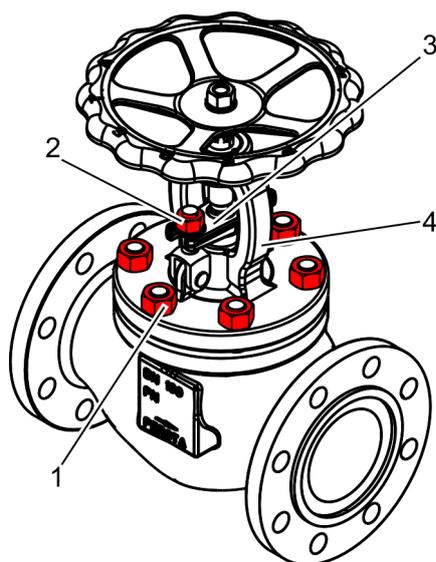

Fig. 26: Retirar las tuercas
2. → Evite que el bonete (Fig. 26/4) se pueda caer del cuerpo de la válvula por medio del equipo de elevación.
3. → Asegúrese de que el equipo de elevación no levante el bonete (Fig. 26/4) y el cuerpo de la válvula.
Suelte y retire las tuercas (Fig. 26/1) del bonete (Fig. 26/4).
5. → Suelte las tuercas (Fig. 26/2) del prensaestopas (Fig. 26/3) y retírelas junto con las arandelas.